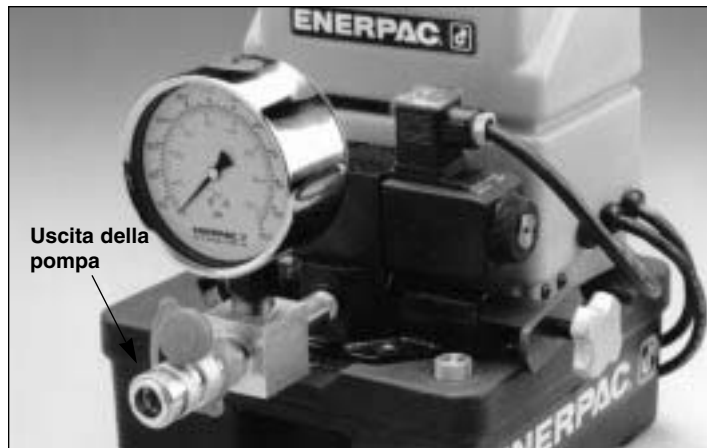

Figura 2: Uscita della pompa
1. Giuntare il tubo flessibile con la bocca di uscita della pompa illustrata nella figura 2. ACCERTARSI che si